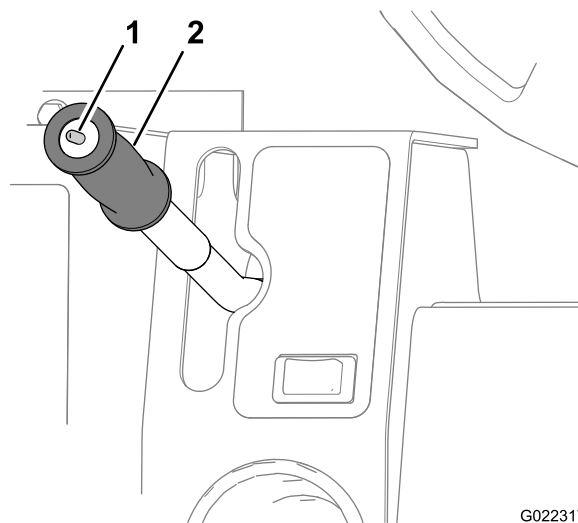

Рисунок 26
Этот перекидной переключатель (Рисунок 26) управляет режимом гидромотора, и у него есть 2 положения: транспортировка и работа. Выберите нужное рабочее положение. Нажмите переключатель назад (на себя), чтобы установить скорость в режиме «Работа» (W), или нажмите переключатель вперед (от себя), чтобы установить скорость в режиме «Транспортировка» (T).